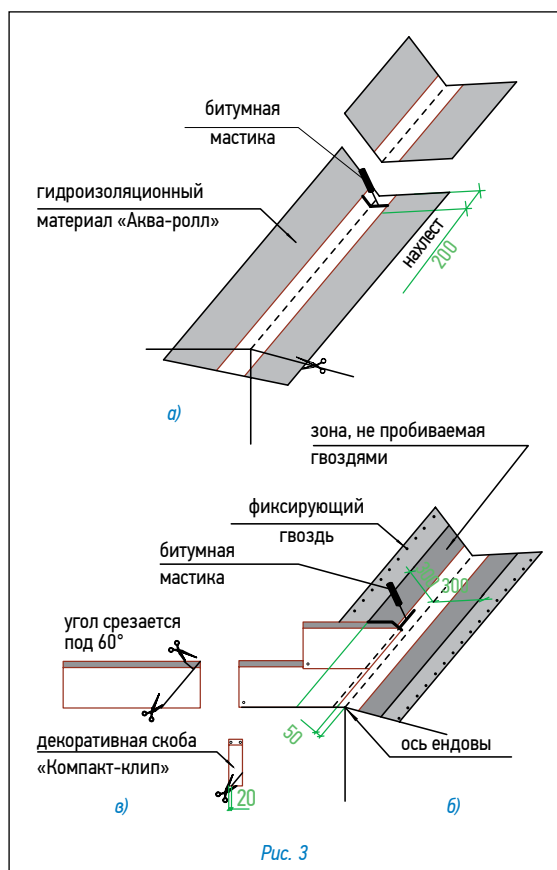

Рис. 3
Ендова (рис. 3)
- ровно по центру ендовы расстилается специальный рулонный материал «Аква-ролл», фиксируется в верхней части двумя гвоздями и обрезается в нижней части по линии карниза (рис. 3а);
2. «Аква-ролл» укладывается с нахлестом 20 см, место нахлеста тщательно обрабатывается битумной мастикой (рис. 3а).
- непосредственно перед укладкой в ендову черепицы, защитная пленка с лицевой стороны «Аква-ролл» снимается и на самоклеящуюся поверхность укладываются листы черепицы, обрезанные в соответствии с заранее отбитыми линиями (рис. 3б);
Внимание: 1. Необходимо также подрезать верхний уголок обрезанного края листа (см. рис. 3в) для правильного стока воды.
2. Крепление обрезанного листа к медной части «Аква-ролл» осуществляется при помощи сплошной полосы битумной мастики (рис. 3б).
4. В случае, если скоба «Компакт-клип» приходится на место обреза листа, можно либо обрезать накладку, оставив минимум 2 см в нижней части (рис. 3в), либо произвести укладку листов без использования накладки.